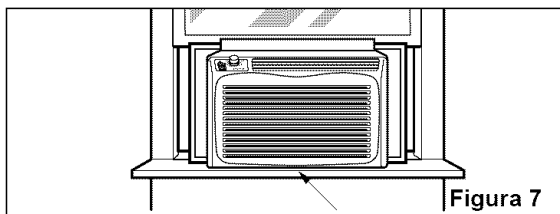

Figura 7
- Al encajar en el soporte L, el acondicionador de aire estará centrado en la abertura de la ventana, como se muestra en la Figura 7.